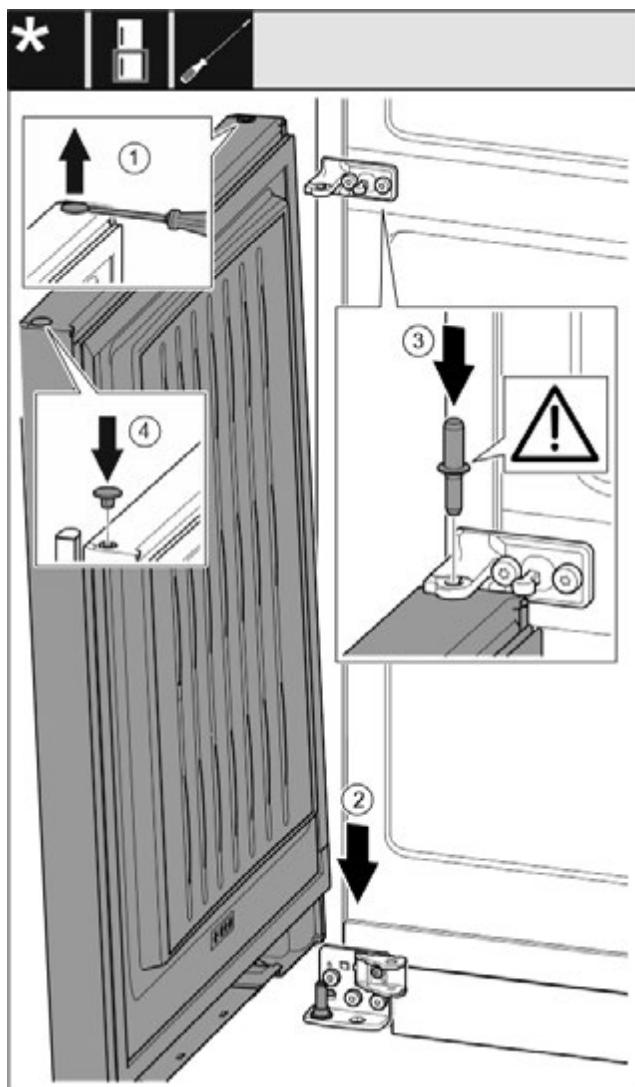

Fig. 32
- За допомогою шліцевої викрутки обережно підніміть пробку та витягніть її. Fig. 32 (1)
- Встановіть дверцята зверху на нижній опорний гвинт. Fig. 32 (2)
- Середній опорний гвинт встановіть в нижні дверцята через середній опорний кронштейн. При цьому виступ фіксатора повинен бути спрямований назад. Fig. 32 (3)
- Знову вставте пробку з іншого боку дверцята. Fig. 32 (4)